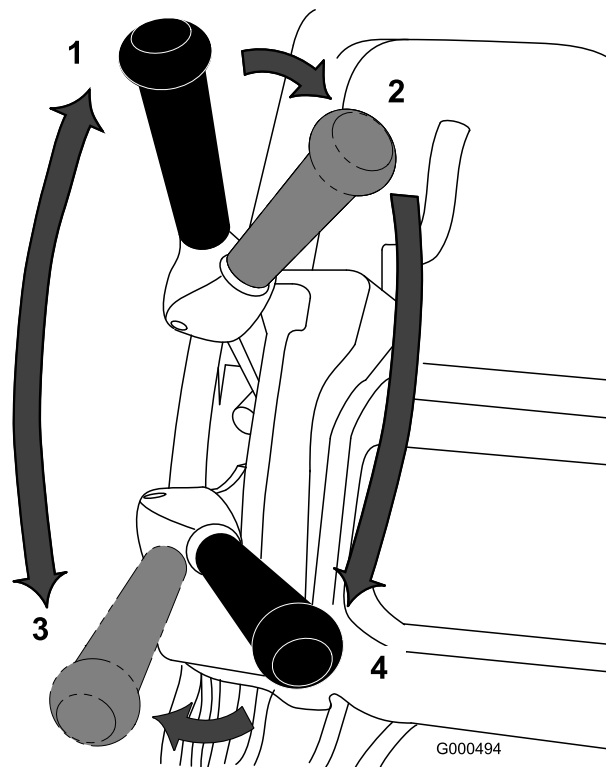

図 31
1. マシンを始動、スロットルを下げ、ハンドルを押し下げてカッティングユニットを上げ、オペレータコントロールを握り、走行レバーとリール駆動レバーを前進走行にセットして、グリーンのカラール線に入る 図 31。
2. レバーをニュートラル位置にする 図 31。
3. 走行レバーをニュートラルにし、リールレバーを切位置にする 図 31。
4. 走行レバーを — 前進、リール駆動 — 入 位置 図 31 にして、スロットルで希望する走行速度に調整し、グリーンに入ったらカッティングユニットを降ろして刈り込みを開始する。